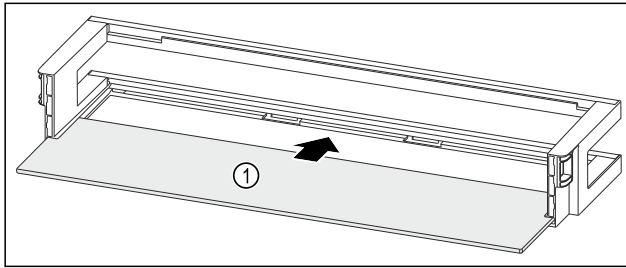

Fig. 86 Türabsteller mit Abstellfläche
- Abstellfläche Fig. 86 (1) in die seitlichen Einsparungen einschieben.